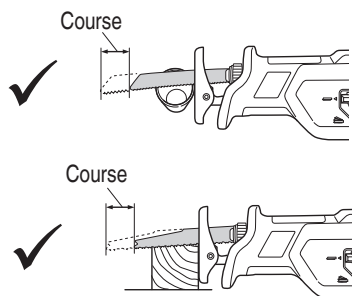

Fig. 14
- Sélectionner une lame de la longueur appropriée. Idéalement, la longueur qui ressort du socle de la lame après soustraction de la distance de course doit être plus grande que le matériau (Fig. 14)